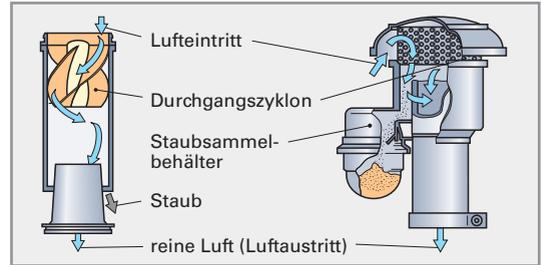

Bild 2: Zyklonluftfilter
**Zyklonvorabscheider** sind unentbehrlich für Motoren, die ständig in sehr staubhaltiger Luft arbeiten müssen. Die angesaugte Luft wird in rasche Drehung versetzt (Bild 2) und der grobe Staub durch die Zentrifugalkraft ausgeschieden (Grobfilter). Der noch in der Ansaugluft enthaltene feine Staub wird anschließend z.B. in einem Trockenluftfilter gefiltert.